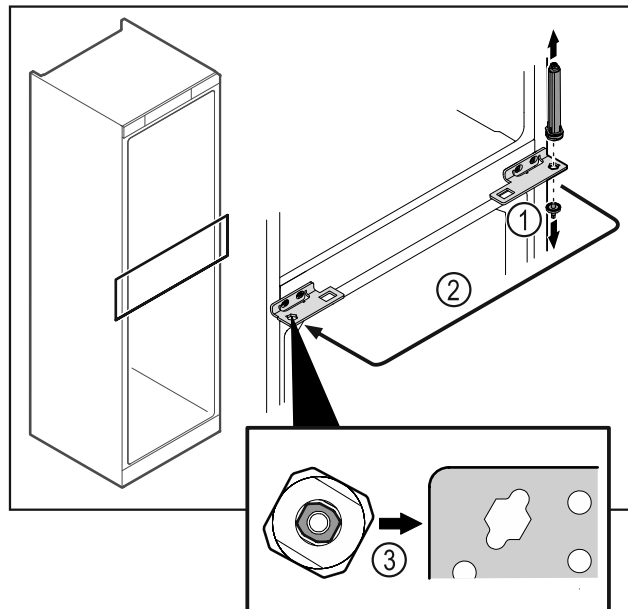

Fig. 44
- Atsukite šarnyrinį kaištį Fig. 44 (1).
- Perkelkite durų uždarymo sistemą Fig. 44 (2).
- Įstatydami atkreipkite dėmesį į tai, kad durų uždarymo sistema būtų tinkamai išlygiuota Fig. 44 (3).